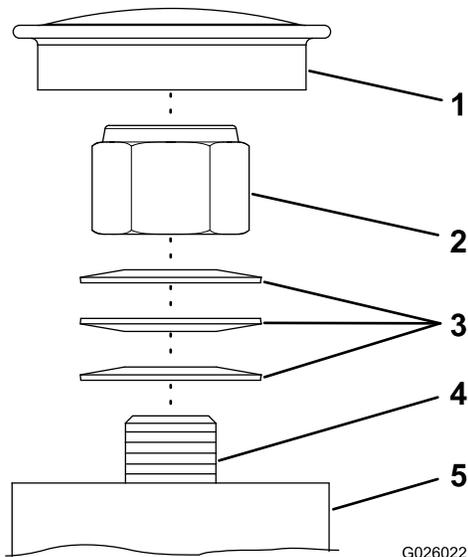

Figure 53
Remarque: Si vous démontez les roulements d'axe des roues pivotantes, veillez à monter les rondelles élastiques comme montré à la Figure 53.
1. Déposez le couvre-moyeu du moyeu de la roue pivotante (Figure 53).
2. Serrez le contre-écrou dans le sens horaire jusqu'à ce que les rondelles élastiques soient aplaties (Figure 53).
3. Tournez alors le contre-écrou de un quart de tour dans le sens antihoraire (Figure 53).
4. Reposez le couvre-moyeu (Figure 53).